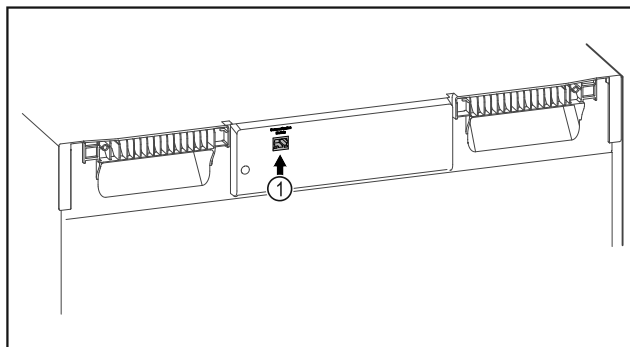

Fig. 119
- ☐ SmartModule Fig. 119 (1) je nasadený.